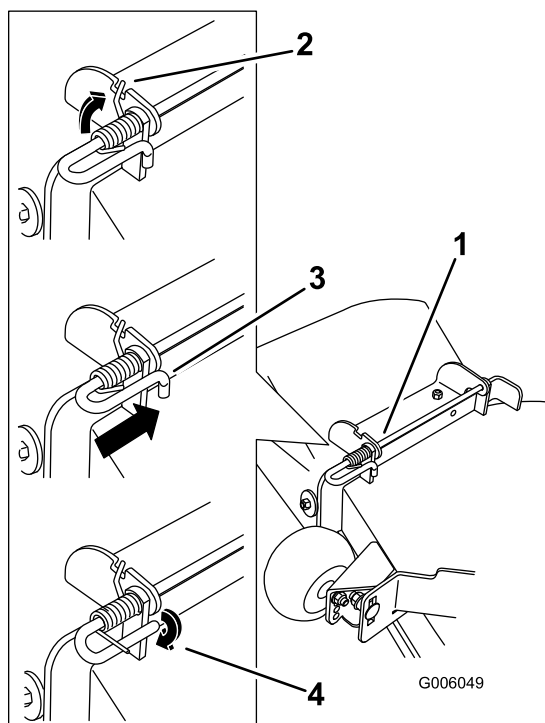

Figura 70
4. Sollevate l'estremità lunga della molla e inseritela nella tacca presente sulla staffa del gruppo deflettore (Figura 70).
5. Fissate il gruppo costituito dall'asta e dalla molla ruotandolo in modo tale da collocare l'estremità corta dell'asta dietro la staffa anteriore saldata al piatto di taglio (Figura 70).